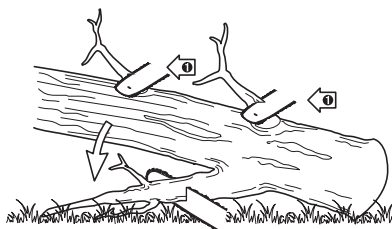

Fig.28
- > L'ébranchage consiste à enlever les branches d'un arbre abattu. Pendant l'ébranchage, laissez les grosses branches inférieures afin que le tronc reste en suspension au-dessus du sol. Détachez les petites branches en une seule coupe (Fig.28). Les branches sous tension doivent être coupées par en dessous, afin d'éviter tout risque de coincement de l'appareil.